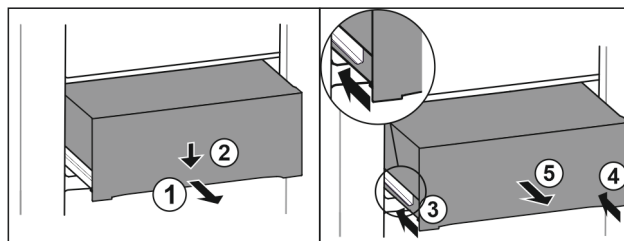

Fig. 120
- Zásuvku napůl vytáhněte. Fig. 120 (1)
- Stlačte zásuvku na přední straně dolů. Fig. 120 (2)
- Zasuňte levou kolejničku přibližně do 2 cm. Fig. 120 (3)
- Zasuňte pravou kolejničku přibližně do 2 cm. Fig. 120 (4)
- Vyjměte zásuvku dopředu. Fig. 120 (5)